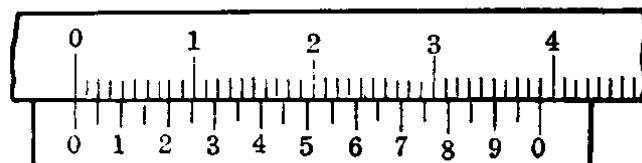

图 1-7 0.05 毫米游标卡尺的刻线原理
(2) 精度为 0.05 毫米的游标卡尺 这种游标卡尺的主尺每小格为 1 毫米, 每大格为 10 毫米。副尺每小格为 1.95 毫米。主尺两小格与副尺一小格之差是 2 毫米 - 1.95 毫米 = 0.05 毫米, 如图 1-7 所示。